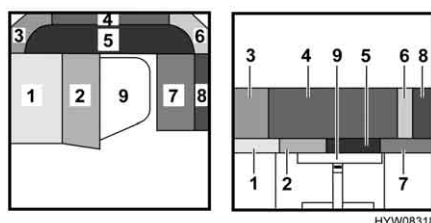

Fig. 60 Durante la trasformazione
- Collocare il cuscino dello schienale (Fig. 60,1) sulla parete esterna. Rispettare la forma cuneiforme.
- Sistemare il cuscino del divano (Fig. 60,2) sul cuscino dello schienale ribaltato. Rispettare la forma cuneiforme.